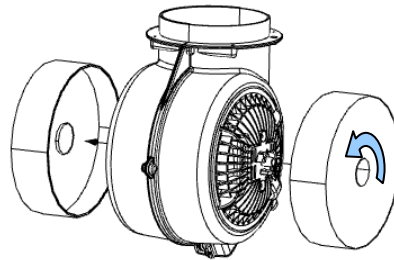

Abb. 12
6.2.1 Einbauen und tauschen des Aktivkohlefilters (Abb. 12)
- ⤴ Stecken Sie den Aktivkohlefilter auf den Motor und befestigen Sie diesen mit einer Vierteldrehung im Uhrzeigersinn per Bayonetverschluss (Abb. 12).